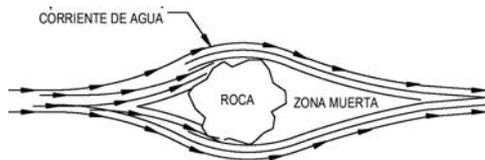

Figura 14
**7.3.5 Zonas del silencio:** Los objetos naturales o artificiales grandes pueden bloquear la transmisión acústica bajo determinadas condiciones, más o menos de la misma manera que una roca bloquea una corriente rápida de agua. Cerca de la parte trasera de la roca, en este ejemplo, la corriente está ausente y el agua parece calmada. A poca distancia, la corriente está fluyendo otra vez (Figura 14).